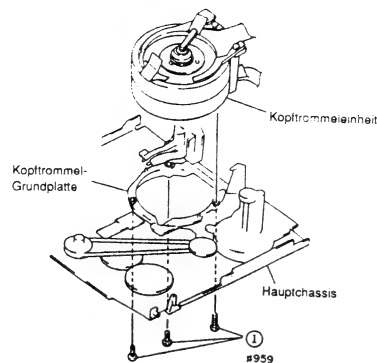

Abb. 2-63
- Drei (3) Befestigungsschrauben der Kopftrommeleinheit entfernen (siehe Abb. 2-63).